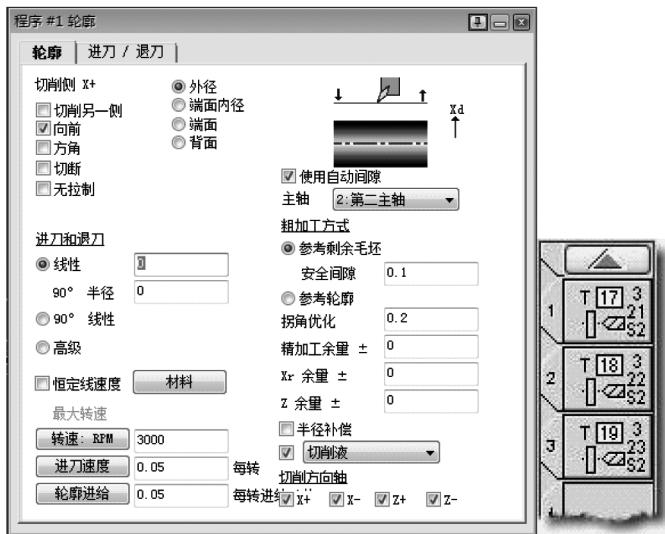

图 7-44 轮廓加工程序
- 2) 用#14 刀具创建轮廓程序, 如图 7-44 所示。